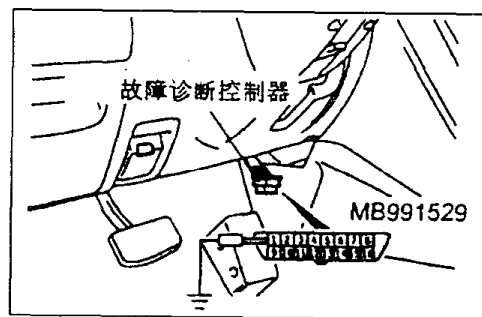

图 1-1-2
(1) 用专用工具将故障诊断连接器的 1 号端子(故障诊断控制端子)接地，如图 1-1-2 所示。